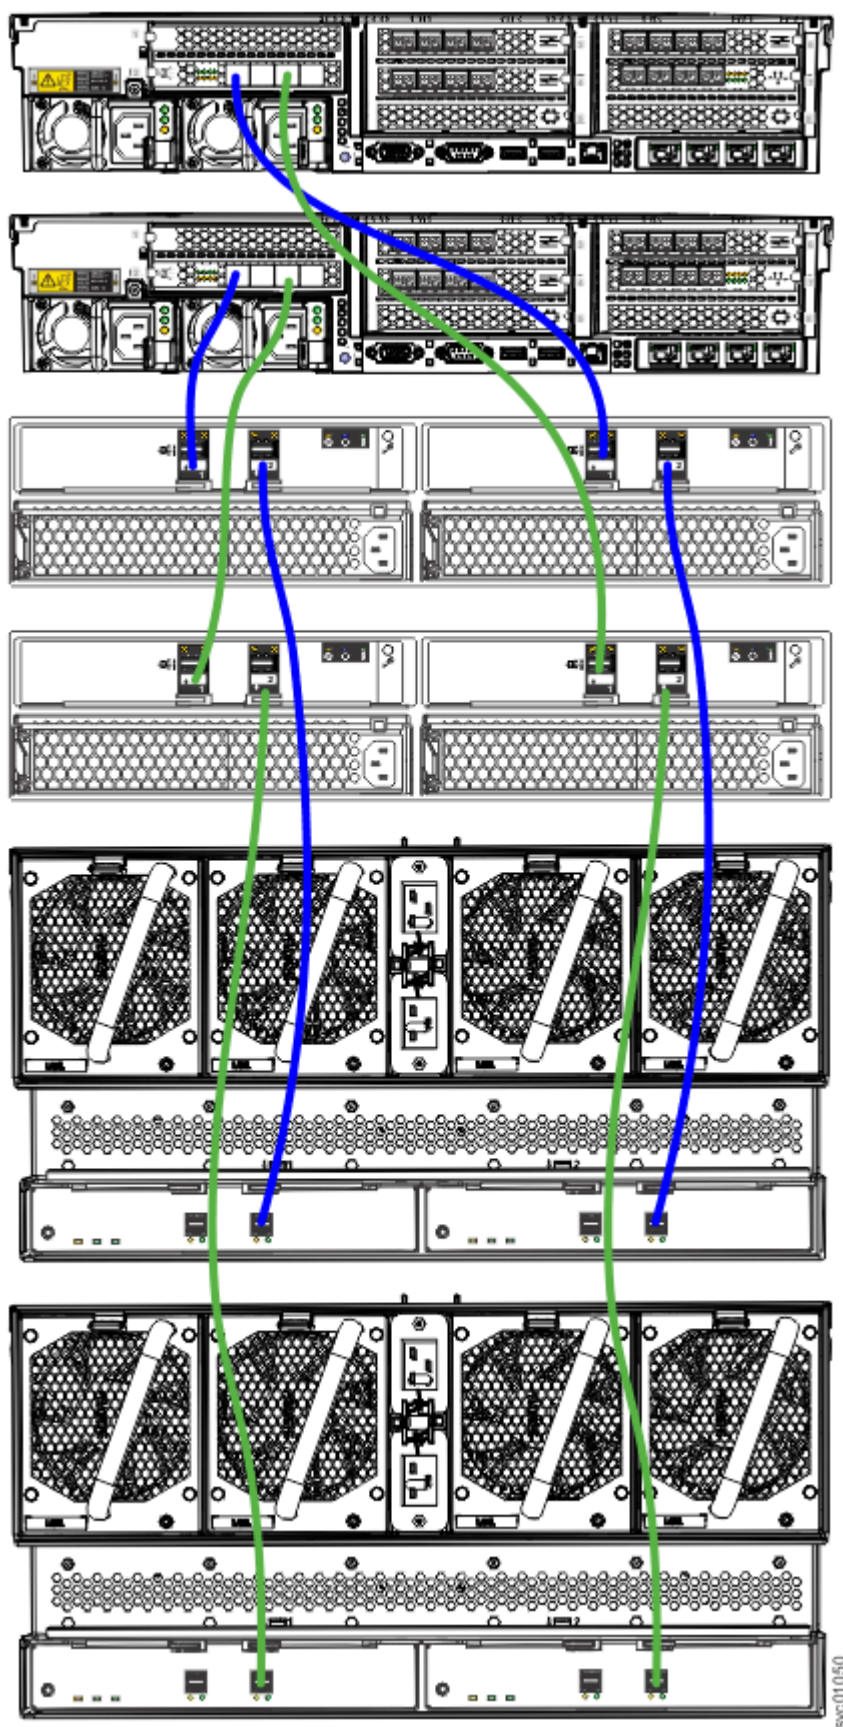

Figure 136. Branchement des câbles SAS
1. Installez les câbles, comme indiqué dans la Figure 136, à la page 123.
Remarque : La Figure 136, à la page 123 montre les connexions des câbles entre les boîtiers SAS et chaque boîtier du nœud. Elle n'implique pas ou ne représente pas l'ordre de rayonnage précis des
Comme illustré dans la Figure 136, à la page 123, vous pouvez combiner des boîtiers d'extension 2U (12 unités et 24 unités) et des boîtiers d'extension 5U dans une chaîne SAS. Le facteur limitant est le *poids de la chaîne* combiné des différents composants. Le poids maximum de la chaîne SAS qui peut être connecté à un nœud port SAS est de 10 :